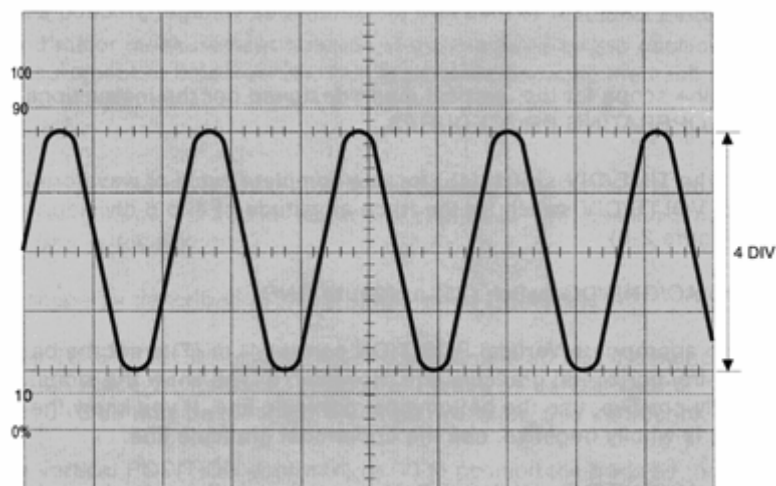

Рис. 2-7. Измерение пикового значения напряжения
2. Поворотом ручки TIME/DIV (15) установите длительность развертки так, чтобы на экране помещалось два-три периода переменного сигнала, а переключателем VOLT/DIV добейтесь размаха сигнала на весь экран.
3. Соответствующими ручками VERTICAL POSITION (4) или (7) совместите отрицательный пик сигнала с ближайшей снизу горизонтальной градуировочной линией дисплея, как показано на рис. 2-7.
4. Ручкой Horizontal POSITION (10) добейтесь совмещения положительного пика сигнала с центральной вертикальной градуировочной линией. Эта линия имеет дополнительную разметку с шагом в 0,2 клетки.
5. Сосчитайте количество клеток по вертикали между отрицательным пиком сигнала (градуировочной линией) и точкой пересечения положительного пика с центральной вертикальной градуировочной линией. Умножьте это число на масштаб переключателя VOLT/DIV для получения истинного значения амплитудного размаха сигнала. Например, если переключатель VOLT/DIV установлен на 2 вольт, то для осциллограммы рис. 2-7 размах будет составлять 8,0 вольт (4,0 деления $\times$ 2В).